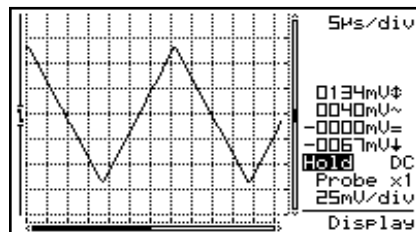

Fig 15
- **Full grid** : se divide la pantalla en líneas de referencia. (Fig. 15)